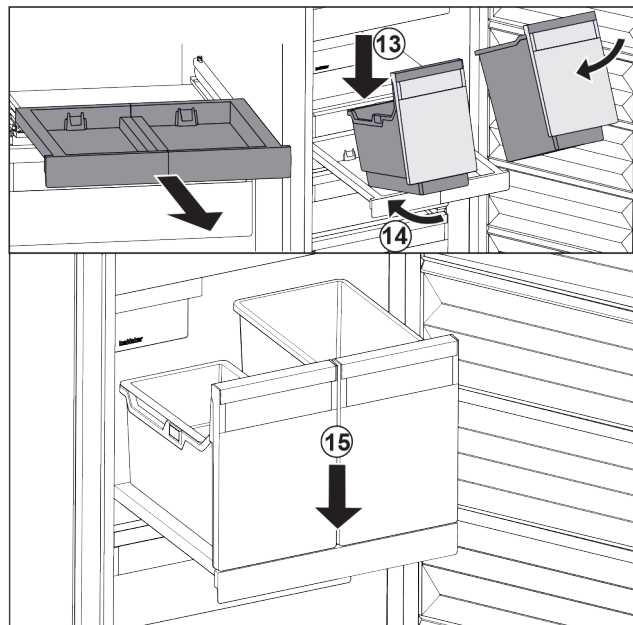

Fig. 110
- Bak schuin op het uitschuifplateau plaatsen. Fig. 110 (13)
- Bak er schuin naar achteren inschuiven. Fig. 110 (14)
- Bak aan voorzijde neerzetten. Fig. 110 (15)